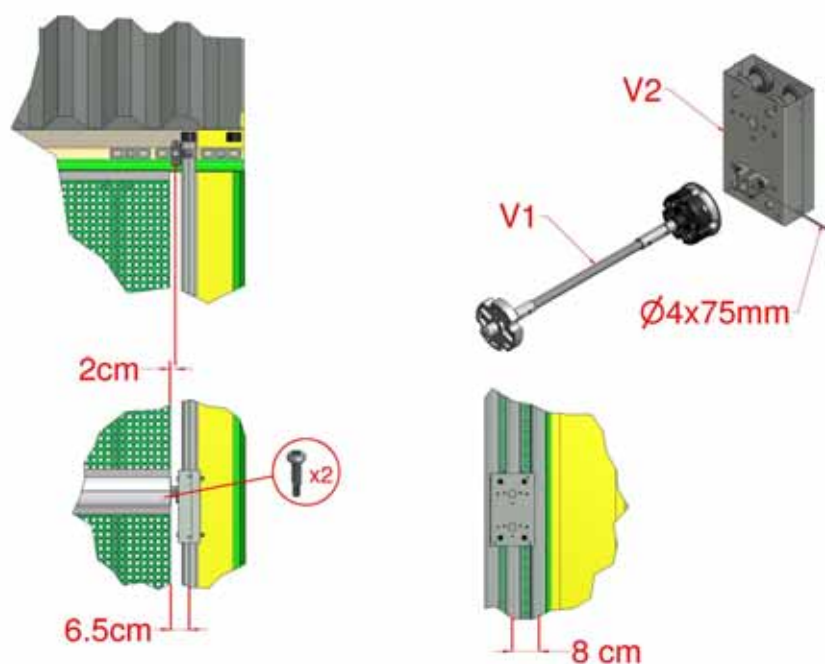

Abbildung 29: Fahrwerkskasten – freies Ende
- 6.1 Zur Montage des als Option erhältlichen Fahrwerkskastens für das freie Ende die zusätzliche(n) stirnseitige(n) Halterungen (E1) am freien Ende montieren, siehe Abschnitt 2.1. Das Ende des unteren Rollrohrs muss 2 cm von der Mitte der oberen stirnseitigen Halterungen (E1) bzw. 6,5 cm von der Mittellinie des Torsionsrohrs entfernt enden, siehe Abbildung 29.
- 6.2 Für stirn-/stirnseitige Montage Löcher zur Befestigung im Fußboden vorbohren, so dass der Mittelpunkt des Rohrs 8 cm von der Mitte des inneren Führungsrohrs entfernt ist, siehe Abbildung 29. Welle für freies Ende in das Ende des unteren Rollrohrs einschieben und mit zwei selbstbohrenden Schrauben M4.2x19 sichern.